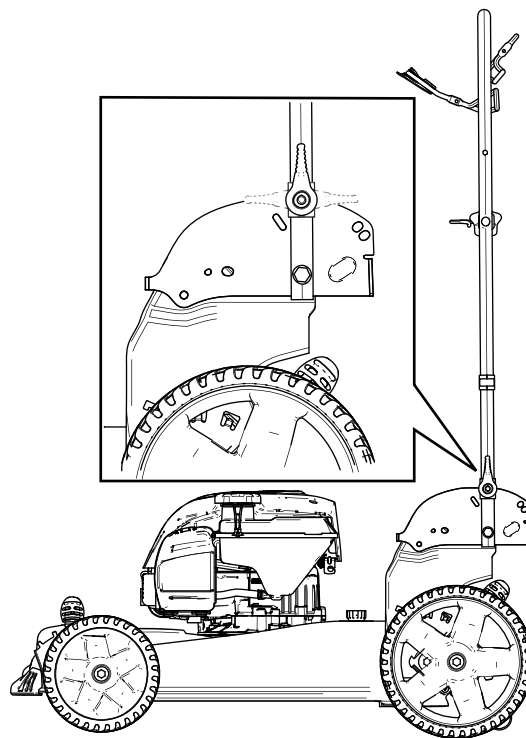

Figure 23
3. Pliez le guidon vers l'avant à la position verticale ou complètement en avant, comme montré à la Figure 23.